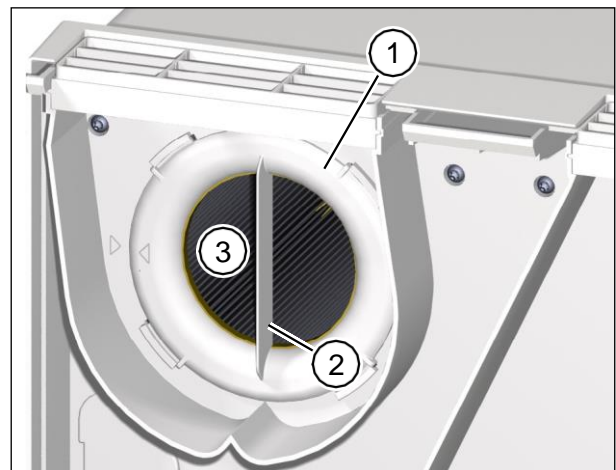

Рис. 20: Демонтаж фільтра витяжного повітря
- ▶ Поверніть кільце фільтра (пункт 1 на Рис. 20) проти годинникової стрілки за допомогою ручки (пункт 2 на Рис. 20) доки кільце фільтра не вийде з пазів.
- ▶ Витягніть кільце фільтра разом з фільтром витяжного повітря (пункт 3 на Рис. 20) з вентиляційної установки.
- ▶ Перевірте положення кільця фільтра. Ручка повинна стояти вертикально, а стрілка на кільці фільтра була вирівняна зі стрілкою закритого положення (див. Рис. 20 на стор. 37)